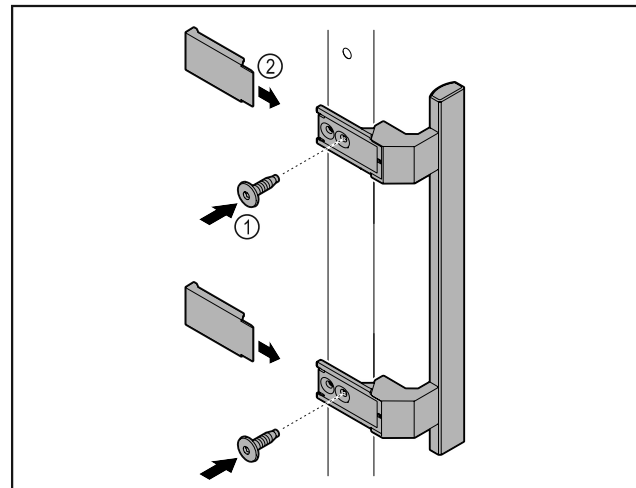

Fig. 5
- ▶ Griff aus dem Beipack mit den beiliegenden Schrauben Fig. 5 (1) an der Tür anbringen.
- ▶ Abdeckung Fig. 5 (2) aufsetzen.